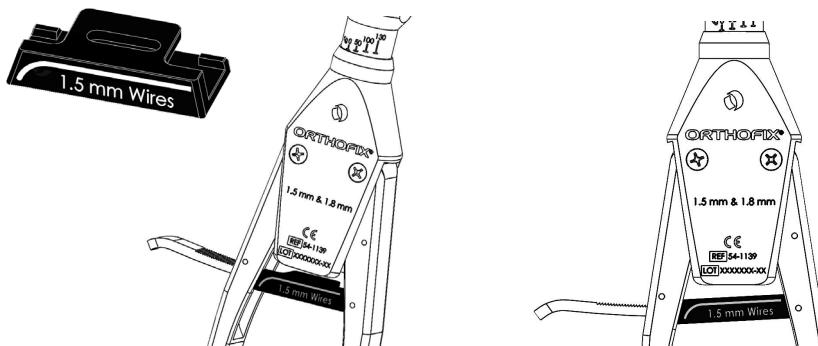

図 2
- 2) 直径 1.5mm のワイヤーにテンションをかける場合に限り、専用のテンションリミッター (54-1141) を使用して、ワイヤーにかかるテンションを最大 90kg に制限してください。テンションリミッターは、レーザーマークに注意しながら正しく挿入してください (図 2 を参照)。